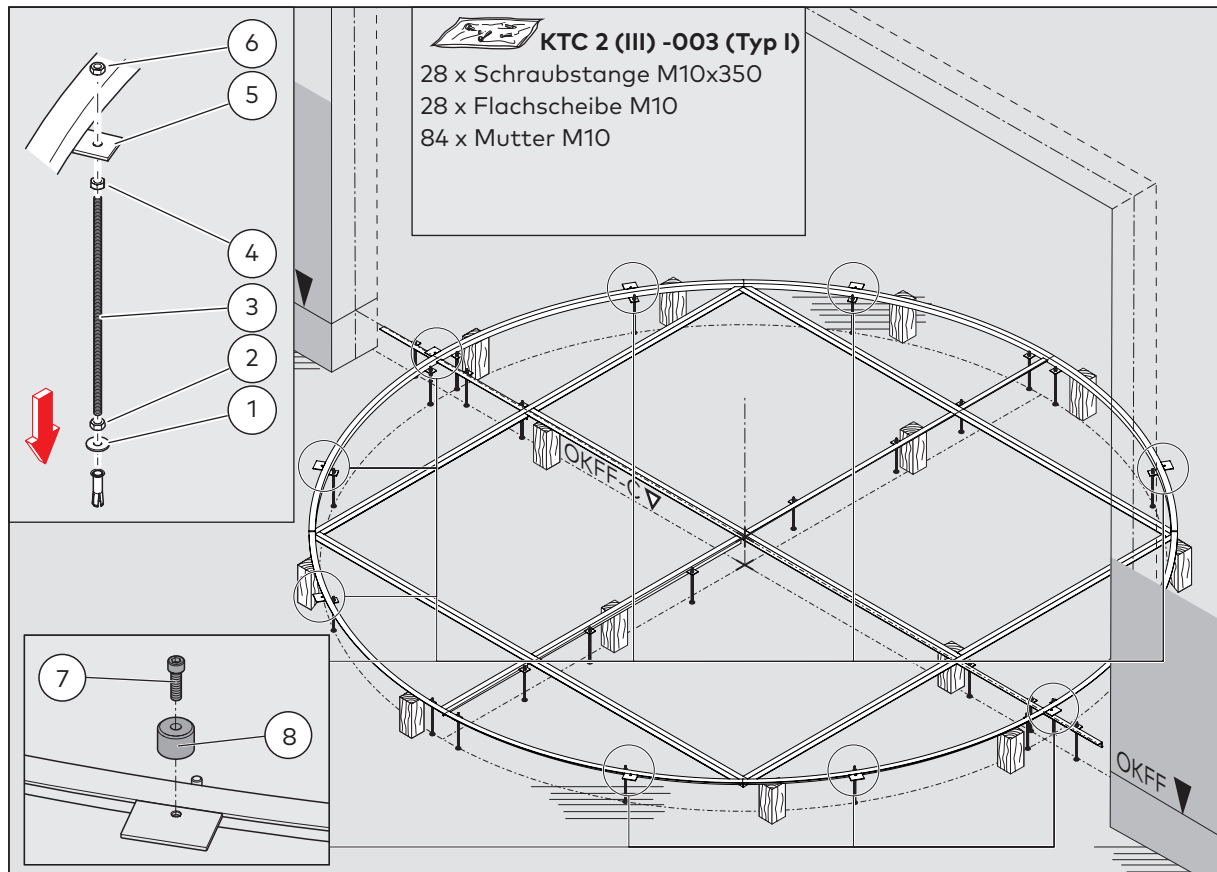

Abb. 13 Montage des Bodenrings mit Gewindestangen
10. Die Gewindestangen (Abb. 13/3) in die Dübel schrauben.
11. Die Unterlegscheibe (Abb. 13/1) von oben auf die Gewindestange aufsetzen.
12. Die Muttern (Abb. 13/2) auf die Gewindestangen schrauben, um die Dübel zu kontern.
13. Die Muttern (Abb. 13/4) auf die Gewindestangen schrauben.
15. Die Laschen (Abb. 13/5) des Bodenrings auf die Gewindestangen aufsetzen.
16. Die Muttern (Abb. 13/6) auf die Gewindestangen schrauben.
18. Bodenring mit dritter Mutter (Abb. 13/6) fixieren (Nivellierfehler +/- 2 mm).
20. Die Gummipuffer (Abb. 13/8) mit Schrauben (Abb. 13/7) am Bodenring befestigen.